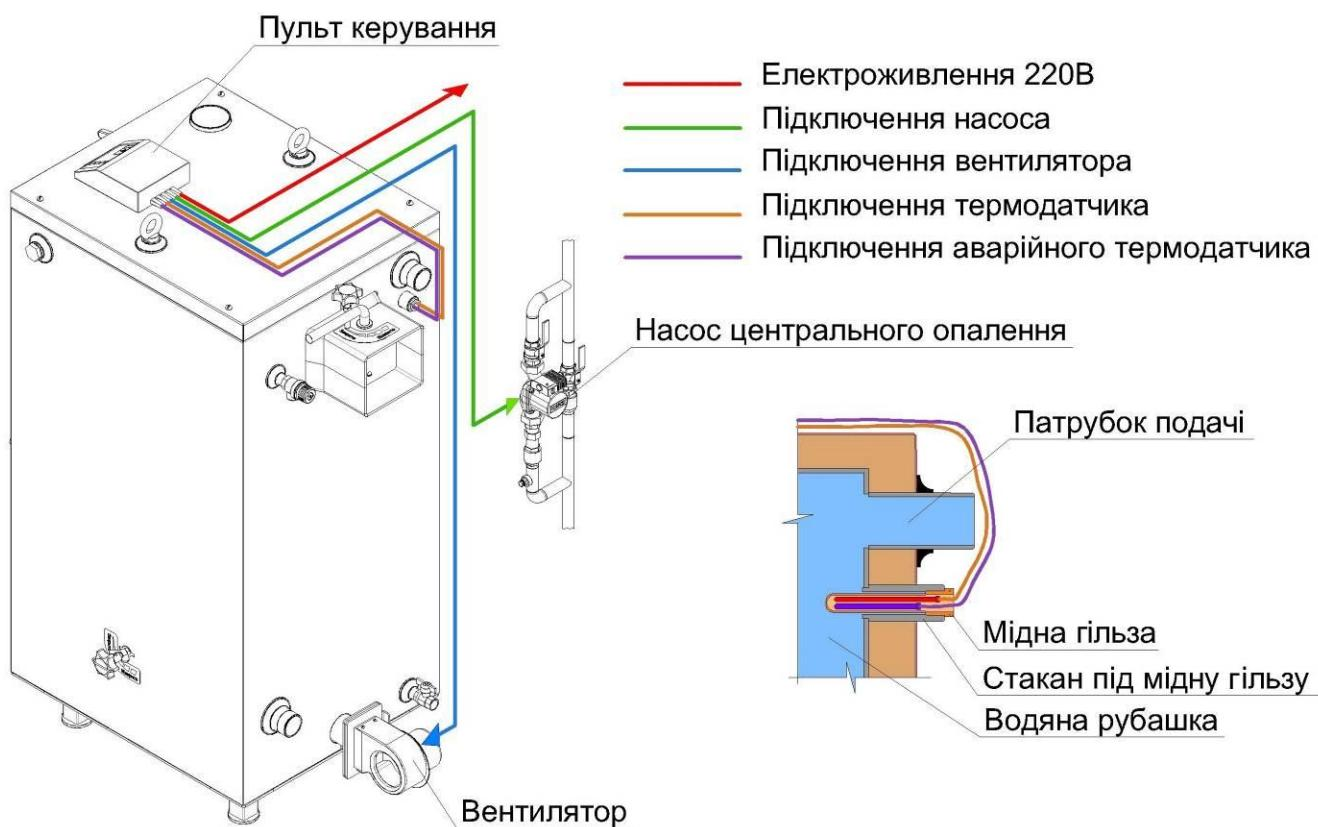
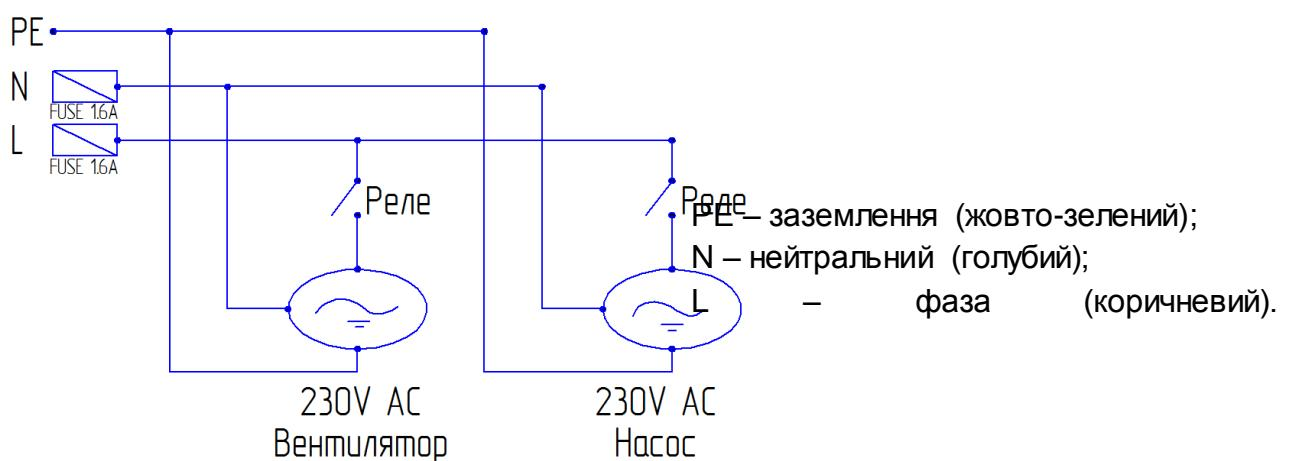

Рис. 10 Підключення пульта керування до котлів «Ретра-5М PLUS» та «Ретра-5М KOMFORT» в ручному (резервному) режимі
Рис. 11 Схема підключення кабелів до пульта керування
6.3.6.1 Котли моделі «Ретра-5М PLUS» та «Ретра-5М KOMFORT» в ручному (резервному) режимі працюють з вентилятором та пультом керування. Схеми підключення пульта керування та монтаж вентилятора показані на Рис. 10, Рис. 11 та Рис.12 відповідно.
6.3.6.2 Пульт керування (Рис.10) призначений для керування роботою котла центрального опалення, який обладнаний вентилятором і насосом циркуляції води в системі опалення. Він в автоматичному режимі підтримує задану температуру за допомогою вентилятора.